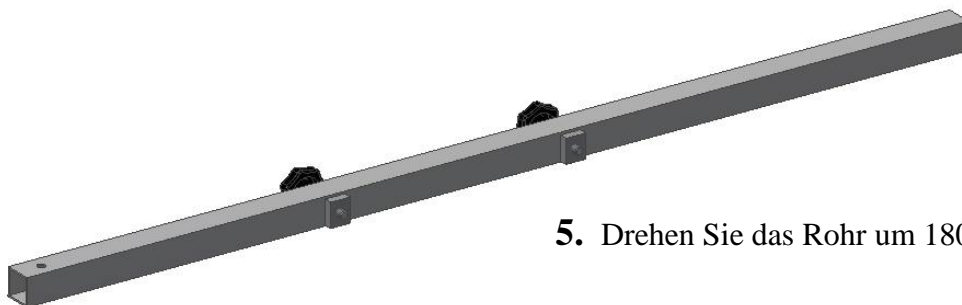

Bild 20
**5.** Drehen Sie das Rohr um 180° (Bild 20).